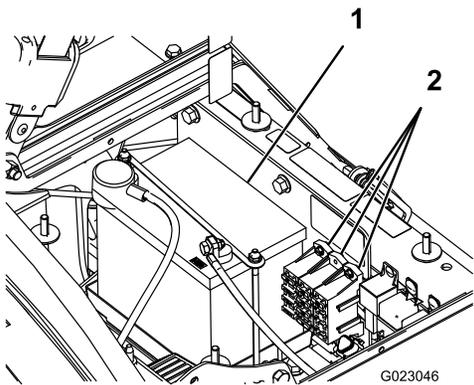

图46
电气系统中有 2 个保险丝模块和 1 个插槽。它们都位于座椅下面 图46。
2. 电池位于机器右侧泵的下方 图46。
5. 拆下电池固定装置和紧固件 图46。
2. 安装电池固定装置并使用之前拆下的紧固件进行固定 图46。
4. 安装电池盖使用 2 个旋钮固定 图46。
1. 松开电池盒两侧的旋钮取下电池盖 图46。